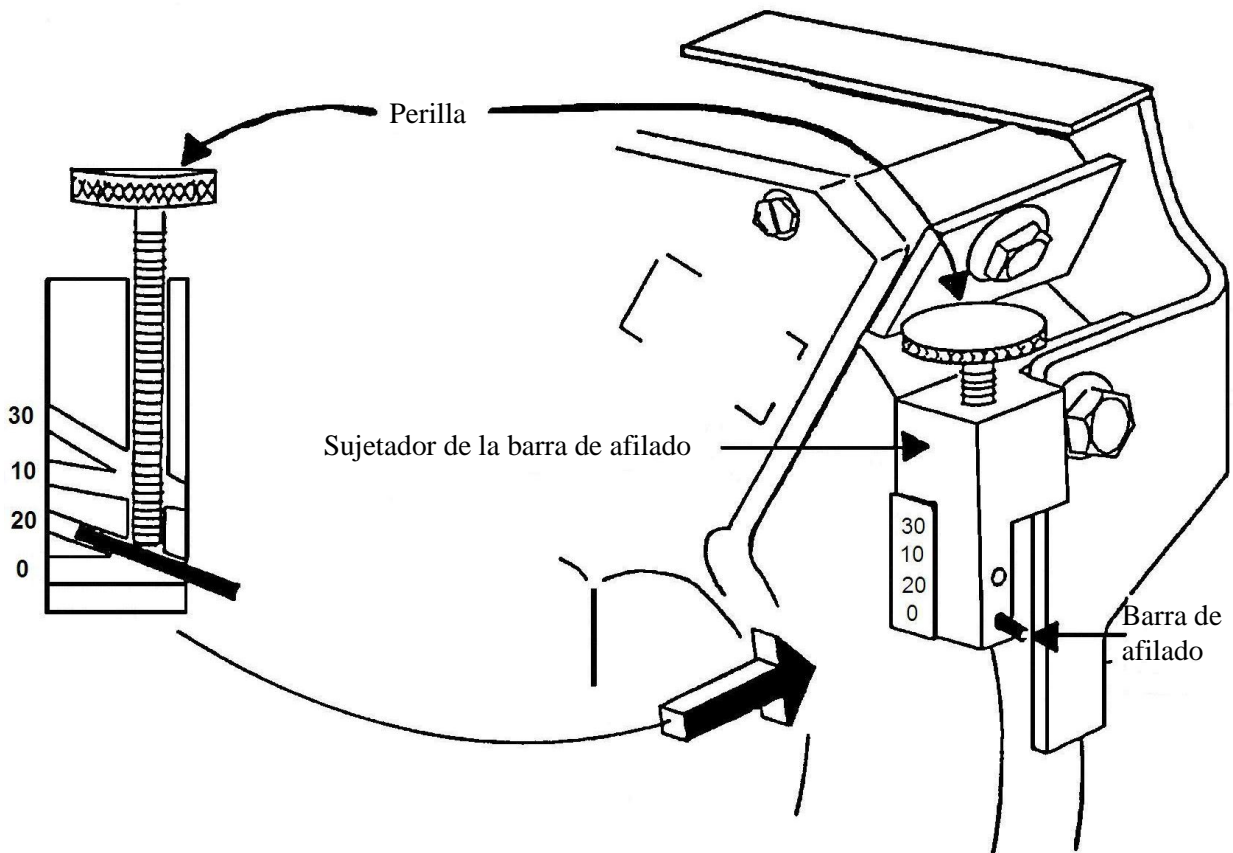

Figura 6
8.3.4 Fijación del ángulo de la barra de afilado (Vea la Figura 6)
El sujetador de la barra de afilado tiene cuatro agujeros, marcados con los valores 0, 20, 10 y 30 grados. La barra de afilado debe colocarse y asegurarse en el agujero adecuado, tal como se describe en la tabla de la Figura 6. La barra de afilado queda mantenida en su posición mediante la perilla.